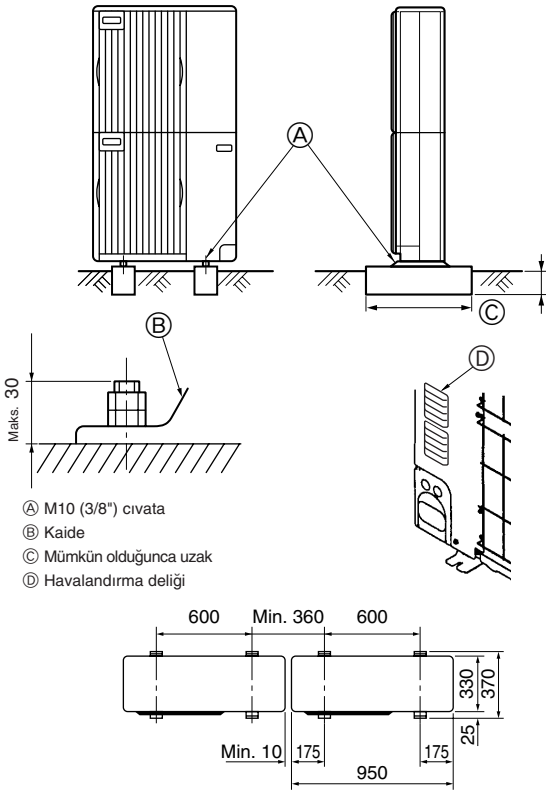

Fig. 3-1
• Ünitenin çalışması sırasında gürültü yapmaması için üniteyi mutlaka sağlam ve düz bir yüzeye monte edin. (Fig. 3-1)